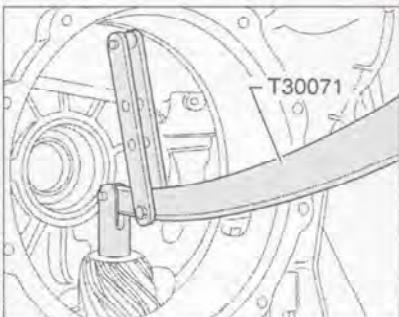

Рис. 7.147. Приспособлением T30071 отожмите вторичный вал так, чтобы наружная обойма малого роликоподшипника прилегала к корпусу коробки передач.
10. Приспособлением T30071 отожмите вторичный вал так, чтобы наружная обойма малого роликоподшипника прилегала к корпусу коробки передач (рис. 7.147).